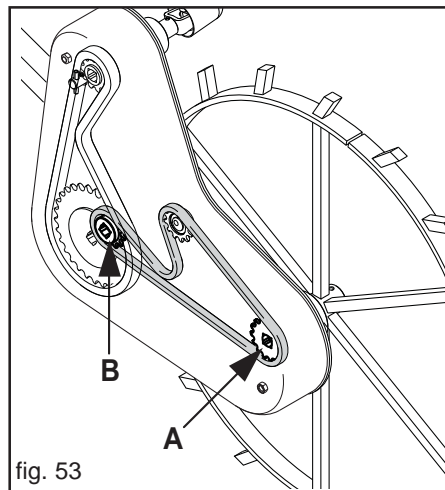

fig. 53
- El funcionamiento correcto del dosificador depende principalmente de las ruedas de cadena introducidas en la caja de transmisión de la rueda de transmisión, como indados en la tabla (véase Tabla 5 «A-B» Fig. 53).